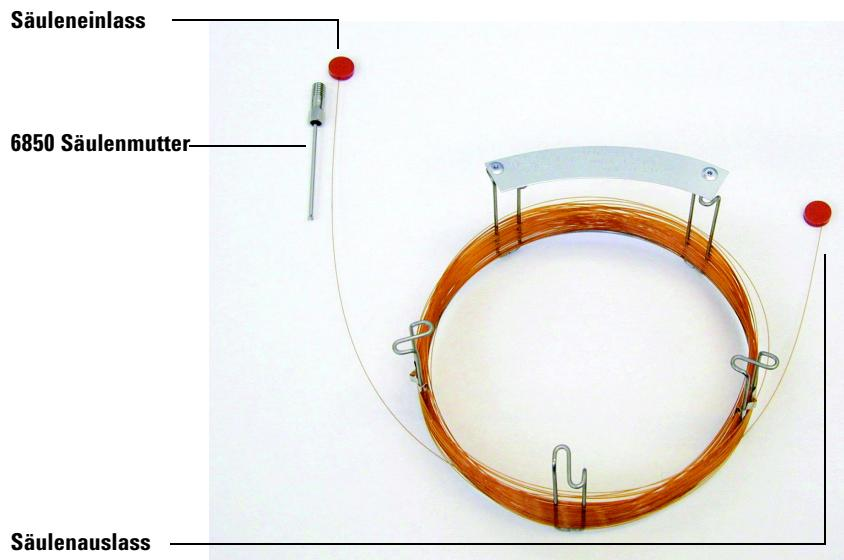

Abb. 2 Säule
- 1 Legen Sie die Säule (19091S-433E im Lieferumfang des GC) auf eine saubere Oberfläche, wobei sich die Säulenbeschriftung vom Benutzer aus betrachtet auf der 12-Uhr-Position befinden soll. Achten Sie darauf, dass die Einlass- und Auslassenden der Säulen so ausgerichtet sind, wie wenn ein GC-Detektor verwendet wird, und dass der Säulenauslass auf der Rückseite des Säulenkäfighalters positioniert ist (näher am Ventilator). Siehe Abb. 2.